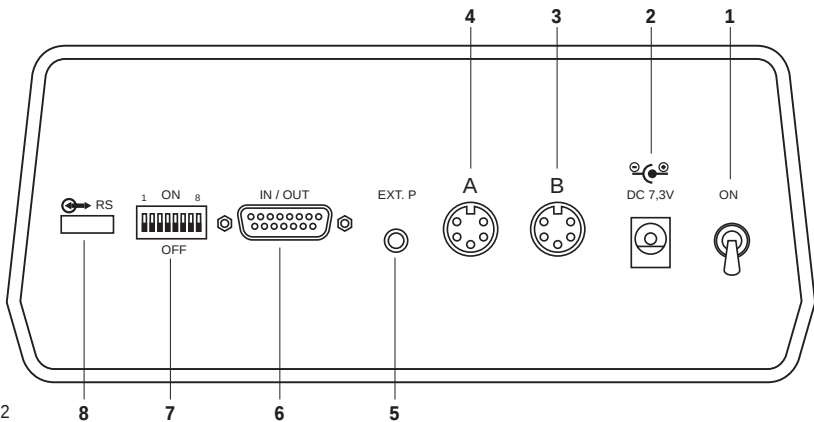

Fig. 2
- Netzteil am Eingangsstecker (Nr. 2 Fig. 2) anschließen, und Netzstecker an 230 V (oder 115 V für USA) anschliessen.
- Taster an Eingangsstecker (Nr. 3 und/oder 4 Fig. 2) anschliessen.
- Gerät am Netzschalter ON/OFF (Nr. 1 Fig. 2) einschalten. Das Gerät führt automatisch einen Selbsttest durch, Dauer ca. 2 Sekunden.
Die Taste , Eingang des externen Schalters (Nr 5 Fig. 2) und die Kontakte 7 und 14 (R-M) des 15-poligen Steckers (Nr 6 Fig. 2) haben die gleiche Funktion!